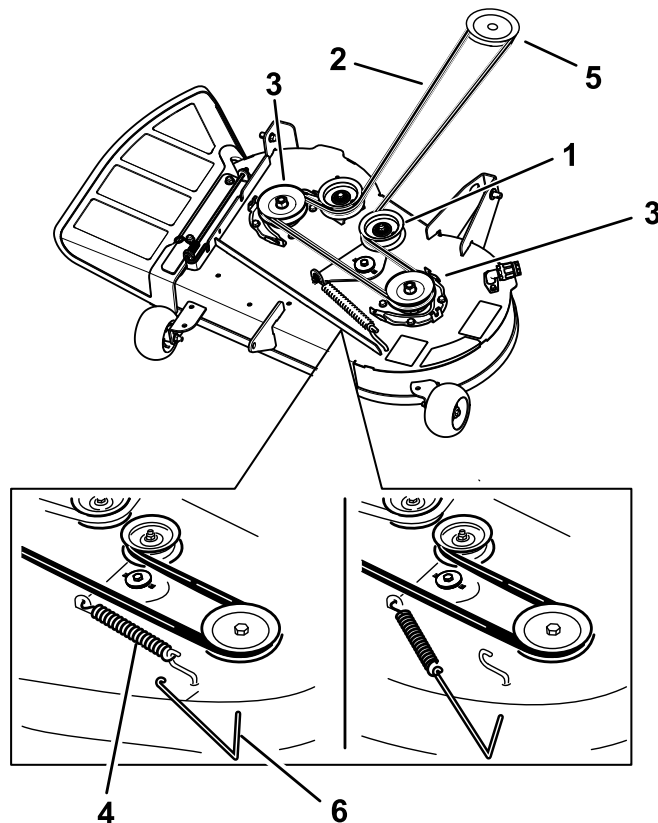

Figure 59
5. À l'aide d'un outil de dépose de ressort (réf. Toro 92-5771), décrochez le ressort du crochet sur le tablier pour détendre la poulie de tension et déchaussez la courroie des poulies (Figure 59).
6. Acheminez la courroie neuve autour de la poulie du moteur et des poulies du tablier de coupe (Figure 59).
7. À l'aide d'un outil de dépose de ressort (réf. Toro 92-5771), accrochez le ressort au crochet situé sur le tablier, afin d'exercer une tension sur la poulie de tension et la courroie du tablier de coupe (Figure 59).